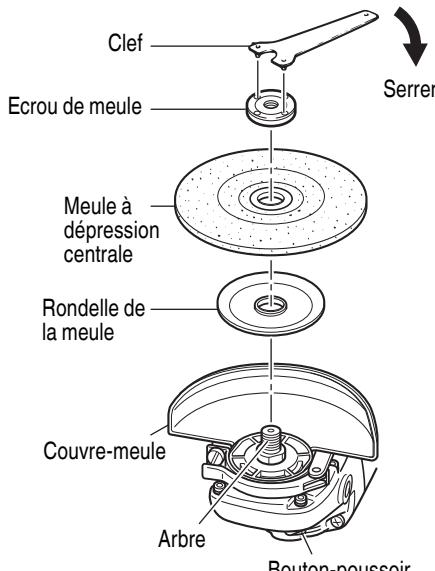

Fig. 5
S'assurer que la bouton-poussoir n'est pas engagée appuyant dessus deux ou trois fois avant de mettre la meuleuse en marche. (Fig. 5)
- (1) Mettre la meuleuse à l'envers de façon que l'arbre soit dirigé vers le haut.
- (2) Aligner l'entaille de forme ovale de la rondelle de meule avec l'encoche de l'arbre, puis les attacher.
- (3) Positionner la protubérance de la meule à dépression centrale sur la rondelle de meule.
- (4) Visser l'écrou de meule sur l'arbre.
- (5) Tout en poussant sur la bouton-poussoir avec une main, verrouiller l'arbre en tournant doucement la meule à dépression centrale avec l'autre main.
- Serrer l'écrou de meule en utilisant la clef fournie comme montré sur la Fig. 5.